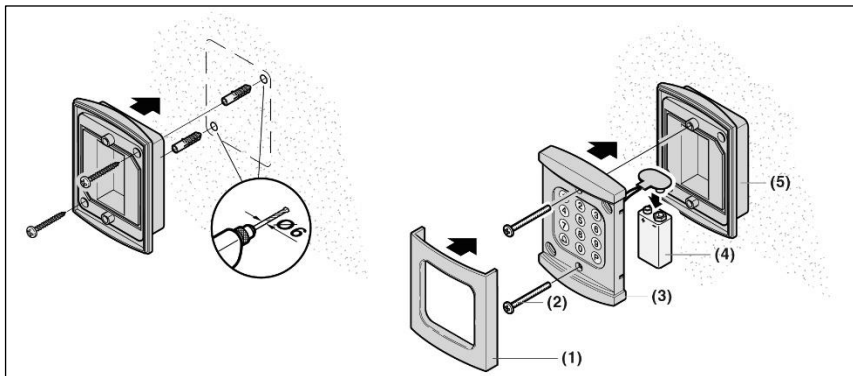

Fig. 1
3 Descrizione del dispositivo (fig. 1)
4.1 Montaggio della tastiera di comando via radio codificata (fig. 1 e 2)